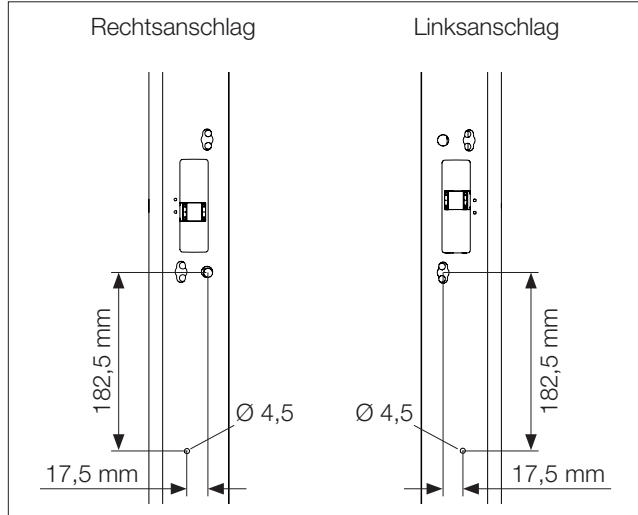

Abb. 11: Anbringen der Bohrungen
- Sehen Sie die Bohrungen an der gewünschten Stelle am Rahmen der Sichttür VX mit den entsprechenden Maßen vor (Abb. 11).